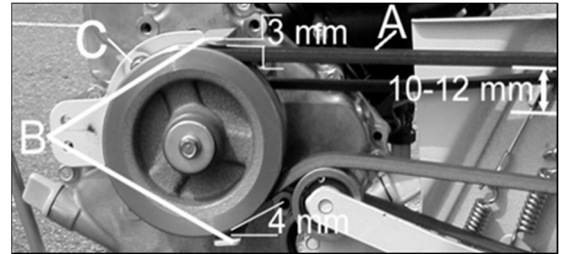

Figura 25
- Premere la cinghia con il dito in posizione mediana tra le 2 pulegge (A, Figura 25). La cinghia deve flettere di circa 10 ~ 12 mm. In caso contrario, registrare la tensione della cinghia.